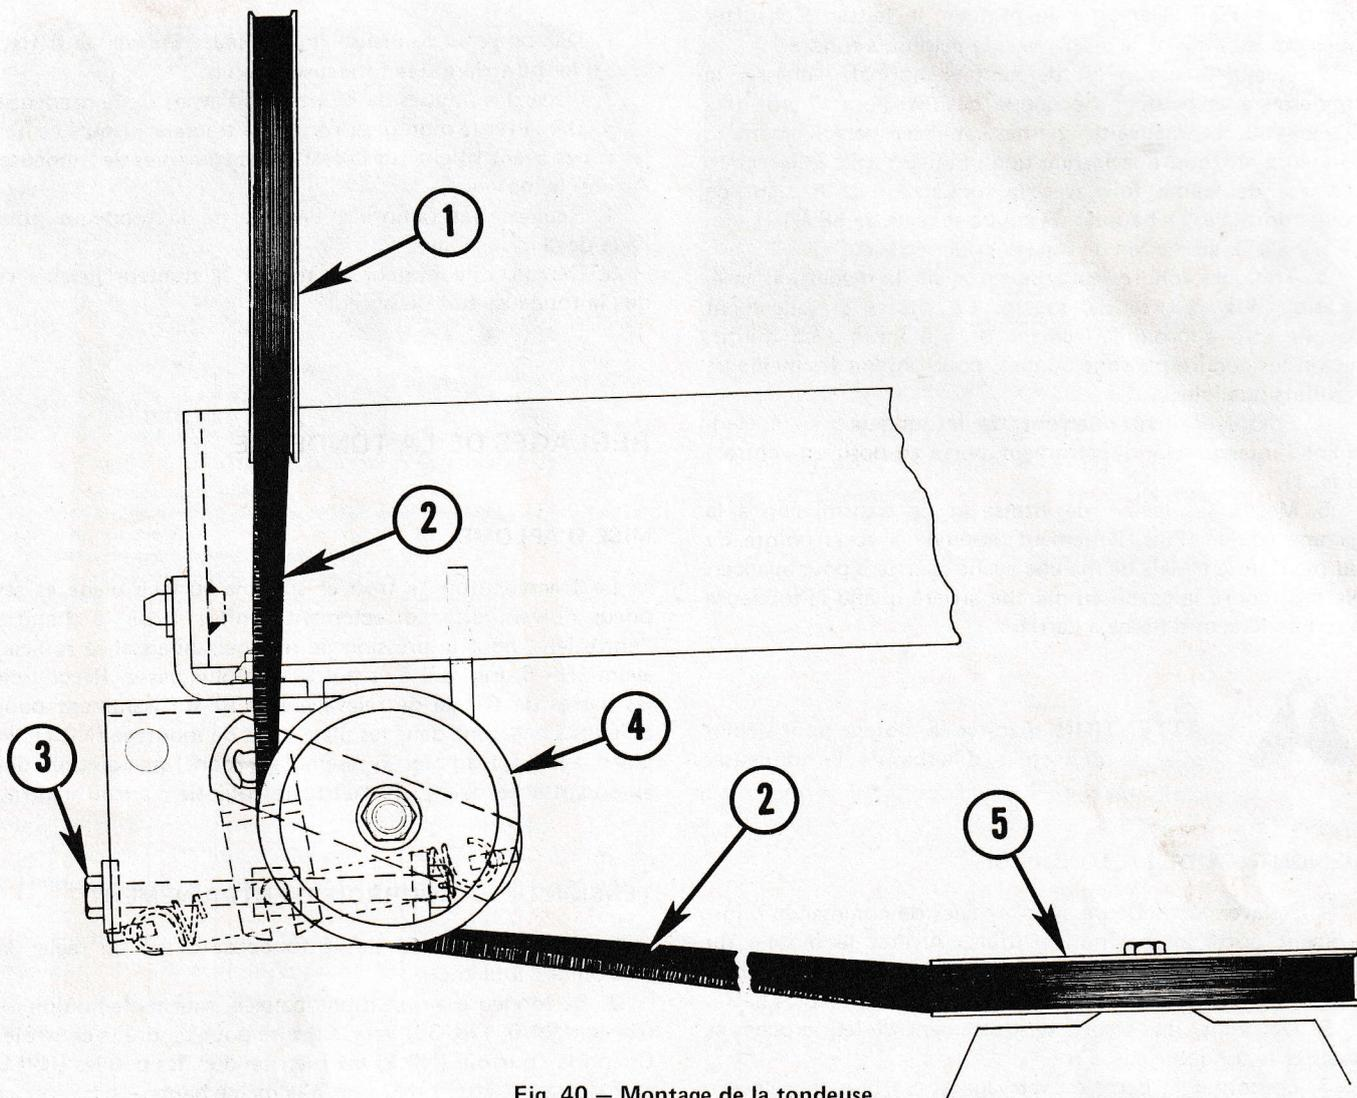

Fig. 40 — Montage de la tondeuse
8. Faire tourner le boulon (N° 6) vers la gauche et monter la courroie (N° 2) sur la poulie gauche (N° 7), puis autour de la poulie (N° 5, Fig. 40) sur la tondeuse.
9. Soulever la poulie droite à ressort de tension (N° 5, Fig. 40) et monter la courroie (N° 1) autour de la poulie.
2. Tourner le boulon de réglage (N° 3, Fig. 40) vers la gauche pour détendre les courroies.
4. Sortir la courroie de la poulie gauche (N° 7), de la poulie (N° 5, Fig. 40) de la tondeuse, et de la poulie (N° 1).